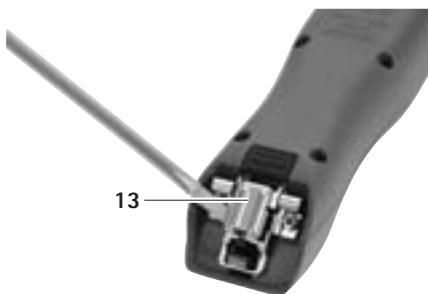

Рис. 1
- При закрытом шарнире ножа: Открыть шарнир ножа **13** отверткой, см. Рис. 1.